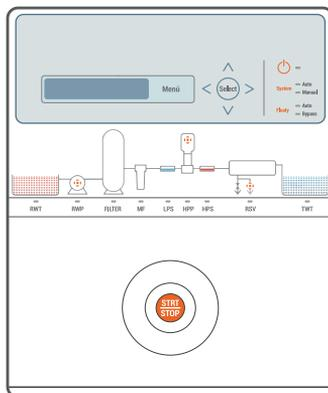

Figura 1
Abrir el Tablero de Fuerza (Figura 1):
- En el tablero de control (Figura 1) presionar el botón de ENCENDIDO  y esperar que encienda el panel.
Al finalizar la tarea anterior, presionar el botón *System* en el tablero de control (Figura 1).